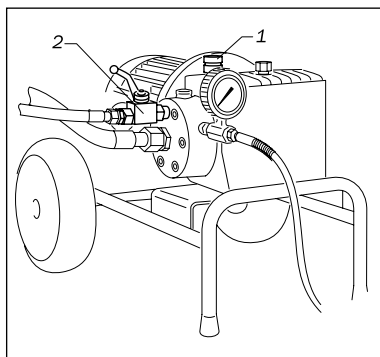

Рис. 5.1.1.
Установите ручку регулятора давления (1) в положение минимального давления. (См. рис. 5.1.1.)